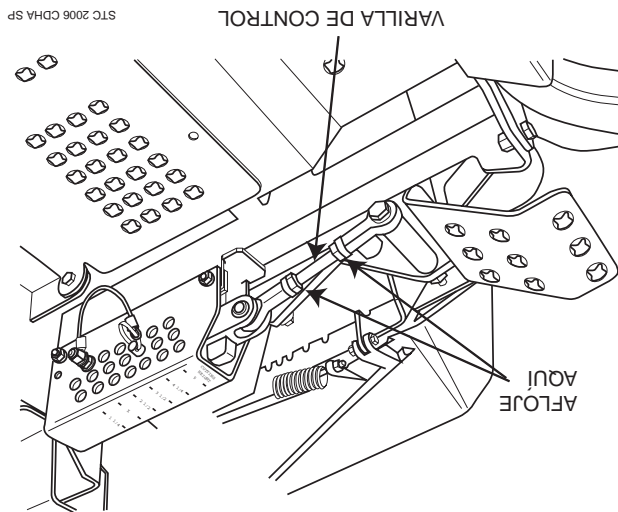

Figura 6-6. Ajuste de la altura de la plataforma
1. Coloque la plataforma de corte en posición de transporte. Afloje las contratuercas en ambos extremos de la varilla de control de la altura de plataforma. (Vea la Figura 6-6).
2. Gire la varilla de control (Vea la Figura 6-6) hasta que haya un espacio de 1/4" entre el tope posterior de la plataforma y la parte superior de la plataforma de corte. (Vea la Figura 6-7). Apriete las contratuercas en la varilla de control.
4. Verifique la medida desde el suelo hasta la punta de la cuchilla de corte. Si la medida no se encuentra en 3", puede realizarse un ajuste utilizando la varilla de control de altura de la plataforma. (Vea la Figura 6-6).